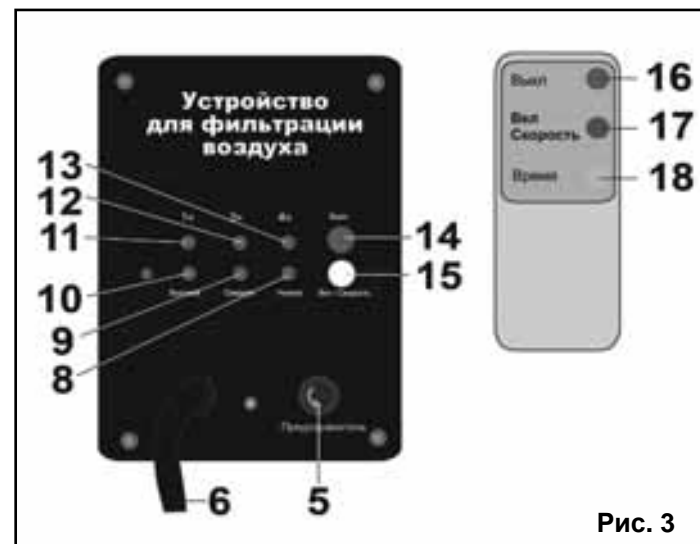

Рис. 3
**9.1. Органы управления и контроля (Рис.3):**
9.2.4. Выключение фильтра производится нажатием кнопки выключения (14) на блоке управления фильтра (Рис.3)